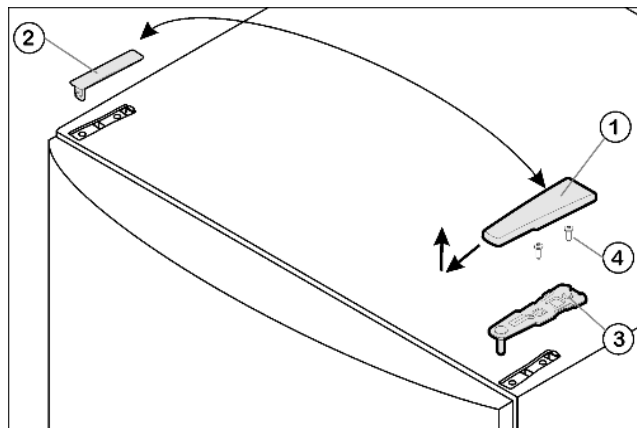

Fig. 4
- Крышку Fig. 4 (1) снимите движением вперед и вверх.
- Снимите крышку Fig. 4 (2).
- Открутите верхний опорный кронштейн Fig. 4 (3)(2 шт. Torx 25) Fig. 4 (4) и вытяните вверх.
- ▶ Установите верхний опорный кронштейн Fig. 4 (3) на новой стороне шарнира и защелкните в дверце.
- ▶ Прикрутите верхний опорный кронштейн с усилием мин. 4 Нм (2 шт. Torx 25) Fig. 4 (4). При необходимости сделайте отверстия или используйте аккумуляторную отвертку.
- ▶ Наденьте и защелкните крышку Fig. 4 (1) и крышку Fig. 4 (2) на противоположной стороне снаружи.